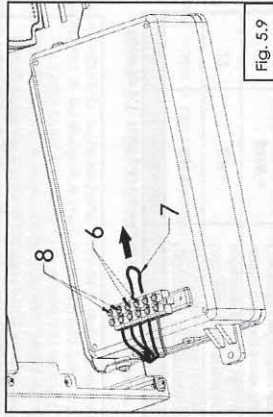

Fig. 5.9
e) - si dissolano i due fili del cavo bifilare di connessione (ipote) (7) (fig. 5.9);
Il montaggio di un sensore esterno e utile soltanto nella presenza di un termostato ambientale. La procedura di accoppiamento del sensore esterno alla caldaia e simile con la procedura di connessione del termostato ambientale, con l'osservazione che esso si connette nella posizione occupata dai viti (8) fig. 5.9, utilizzando un sensore di temperatura, la funzione "compensazione climatica" puo essere attivata.